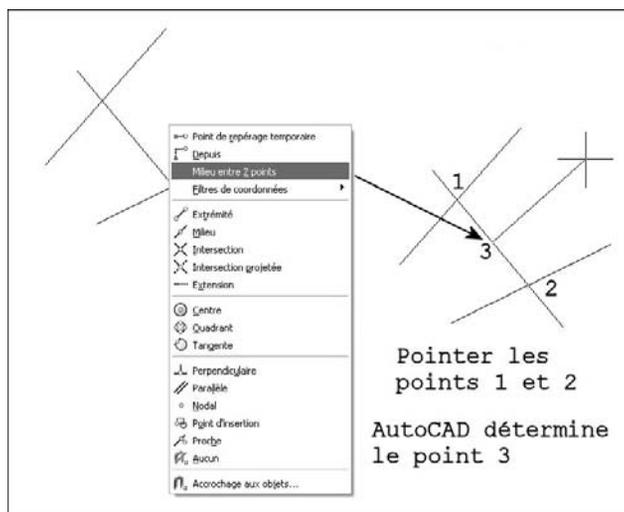

Fig.3.10
- Une option d'accrochage supplémentaire **MzP** permet de trouver le milieu entre deux points pointés à l'écran. Elle doit être entrée au clavier ou via le menu contextuel des accrochages aux objets (touche Maj + clic droit sur la souris) (fig.3.10).